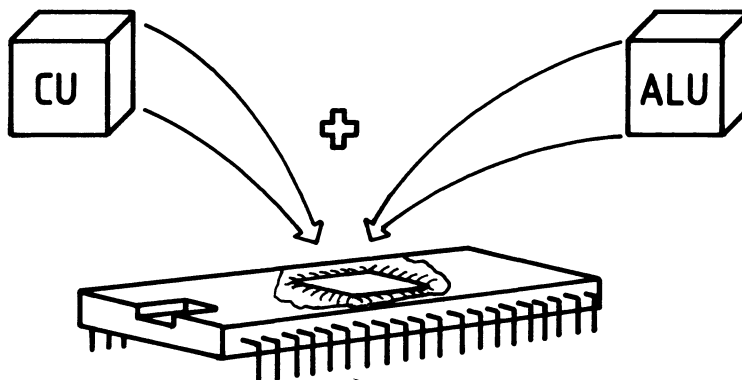

Bild 2: Die Verbindung von CU und ALU zum Mikroprozessor in einem IC
Im folgenden soll nun der Begriff (Mikro-)Prozessor erläutert werden. Betrachtet man die Komponenten des Computers, so erkennt man, daß die eigentliche Arbeit von der Control Unit und der ALU ausgeführt wird. Beide Komponenten werden daher auch wie in Bild 2 dargestellt, gerätetechnisch eng miteinander verbunden. Den Verbund von Control Unit und ALU nennt man auch Control Processing Unit (CPU), zu deutsch Zentraleinheit. Der Mikroprozessor ist somit nichts anderes, als eine CPU auf einem (oder wenigen) Chip, d.h. in einem integrierten Schaltkreis (IC).